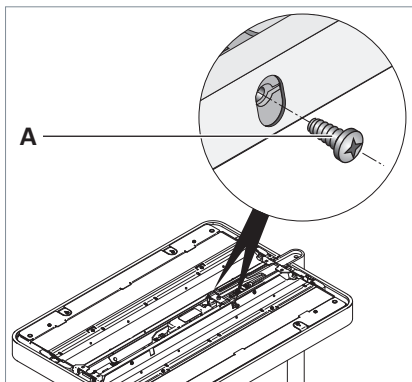

Fig. 17: Fixierung entfernen.
- Drehen Sie die beiden Fixierschrauben **A** heraus, siehe Fig. 17.